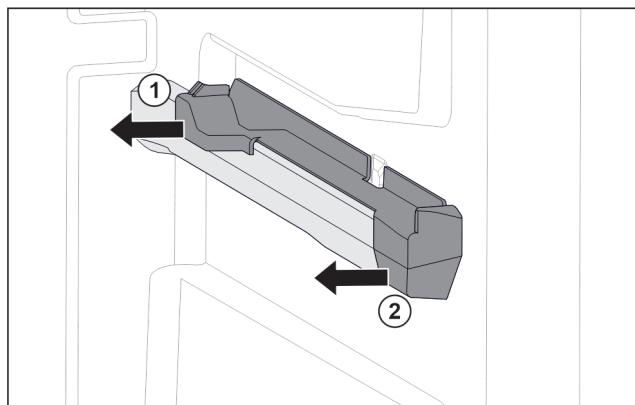

Fig. 71 Natični dio na desnom žlijebu spremnika
- Skinite natični dio straga u stranu. Fig. 71 (1)
- Skinite natični dio sprijeda u stranu. Fig. 71 (2)